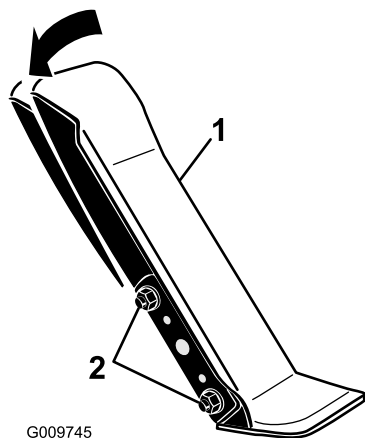

Figure 104
1. Desserrez les 2 écrous et boulons qui fixent le côté gauche de la pédale de déplacement au support (Figure 104).
2. Faites pivoter la pédale à l'angle voulu puis serrez les écrous (Figure 104).